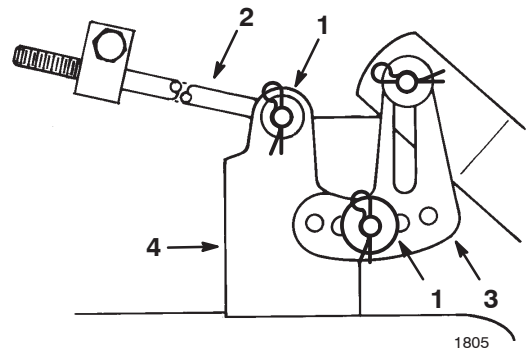

Bild 40
- Entfernen Sie den Splint und die Scheibe vom Ende der langen Stange (Bild 40). Schieben Sie die Stange aus der Mähwerkbefestigung heraus.
- Entfernen Sie den Splint und die Scheibe von der Mähwerk nivellierhalterung (Bild 40). Schieben Sie den Bügel vom Montagegestift herunter. Bringen Sie die Scheibe und den Splint zur Einlagerung wieder an.